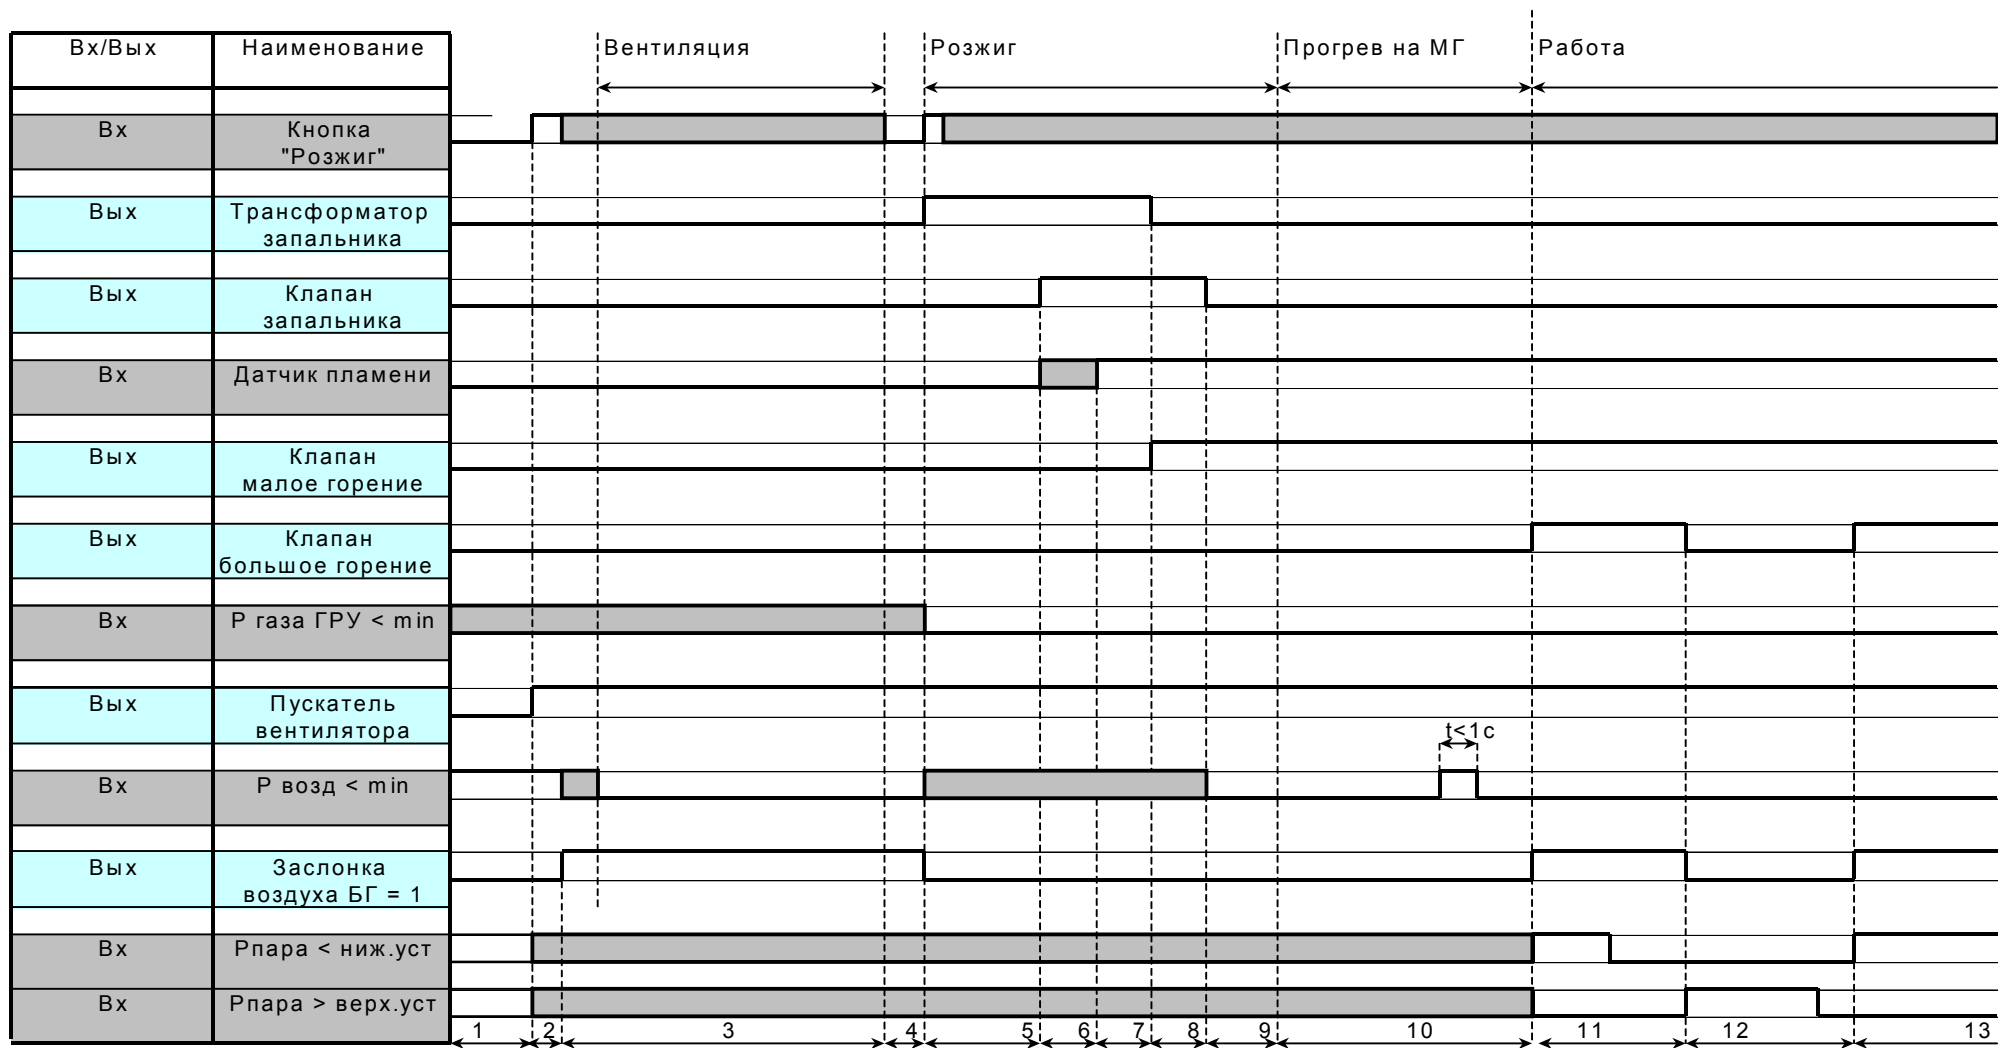

Рис.1
2.4.3. Алгоритмы вентиляции, розжига, прогрева и работы котла приведены на рис. 1. Розжиг производится при наличии на табло сообщения «ВЕНТИЛЯЦИЯ НОРМА ГОТОВ К РОЗЖИГУ».